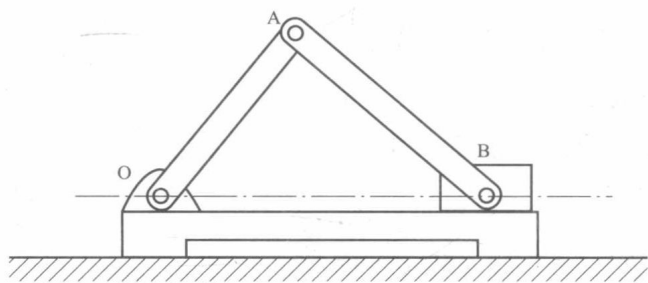

图 1-17
(3) 中间铰链：其约束反力一般用两个正交分量表示，如图 1-17 所示。